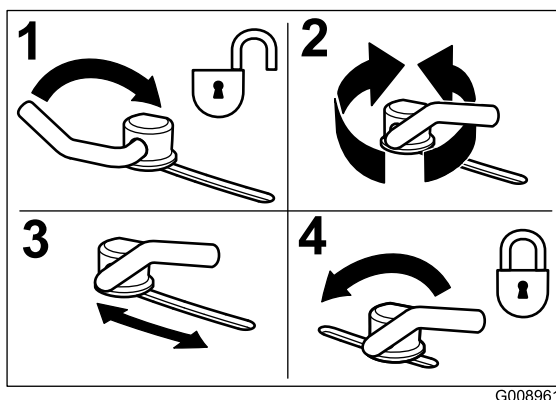

Figura 15
1. Per regolare i blocchi delle camme alzate la leva e allentate i blocchi (Figura 15).
3. Spostate la leva sopra per serrare il deflettore e i blocchi delle camme (Figura 15).